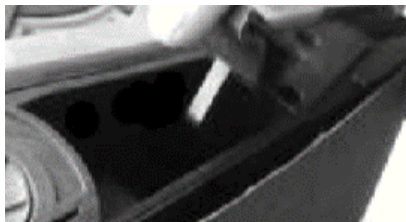

Рисунок 2
4.3 Встановіть на виріб шліфувальну стрічку необхідної зернистості (відповідно до рекомендацій виробника шліфувальної стрічки для конкретного виду оброблюваного матеріалу). Для цього витягніть важіль фіксації шліфувальної стрічки, який розташований у поглибленні з правого боку блока напрямних роликів (дивіться рисунок 2). Встановіть шліфувальну стрічку на напрямні ролики та натисніть на важіль фіксації стрічки для його повернення у початкове положення.